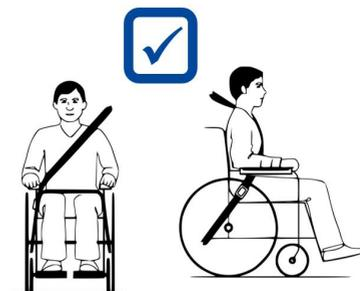

Figura 4
- Accertarsi che le cinture di ritenuta trasversali passino sopra le spalle; vedere la Figura 4.